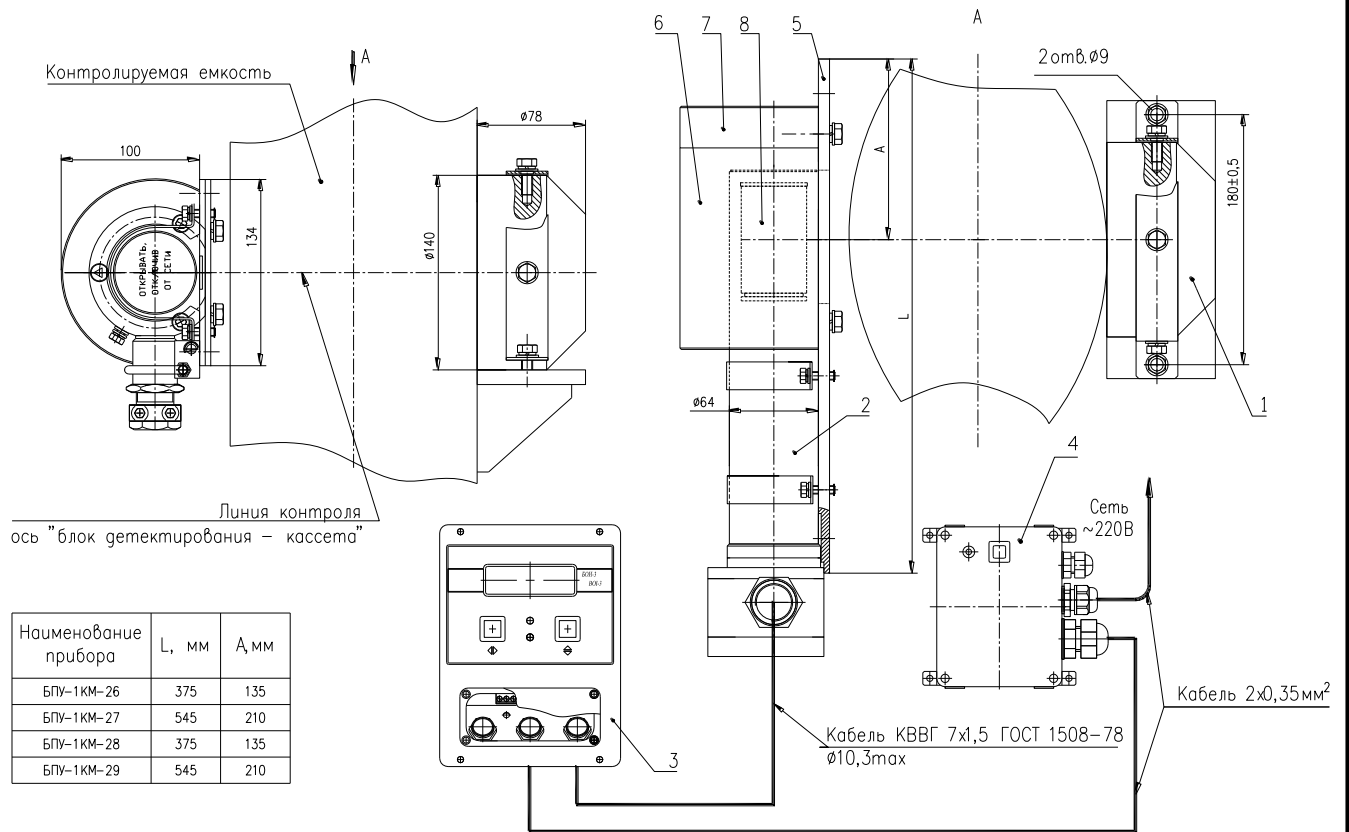

Рис.1 (модификации БПУ-1КМ-26, БПУ-1КМ-27, БПУ-1КМ-28, БПУ-1КМ-29)
3.2. В состав сигнализатора уровня входит Блок детектирования (один или несколько), Кассета, Блок обработки информации, Блок питания, Клеммная коробка (не для всех модификаций), Основание, Фланец и Экран (рис.1 и 2).
5.1.1. Произведите монтаж основания с установленным на нем блоком детектирования на контролируемой емкости в зоне контролируемого уровня (рис.1, 2), закрепив его на монтажной площадке болтами в указанном положении, приблизив его на минимальное расстояние к наружной поверхности емкости.
5.1.2. Закрепите кассету при помощи скобы с противоположной стороны емкости, установив ее на горизонтальной поверхности, при этом бóльший диаметр кассеты должен быть направлен в сторону емкости. Ось кассеты должна проходить через центр детектора блока детектирования (рис.1, 2).